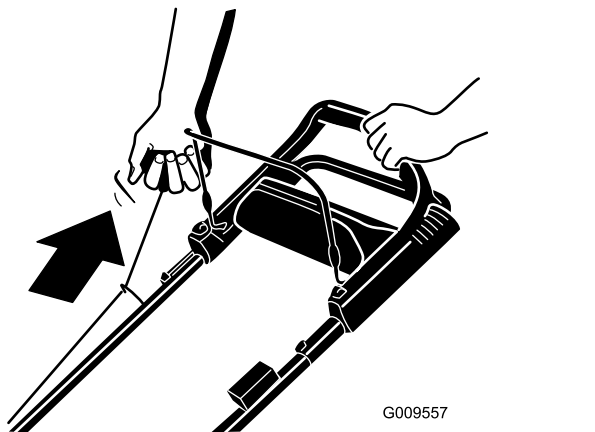

Рисунок 19
**Примечание:** Вы можете запустить двигатель из рабочего положения (Рисунок 19) или в месте расположения двигателя (с помощью рукоятки механического стартера, выдвигающейся из направляющей для шнура).